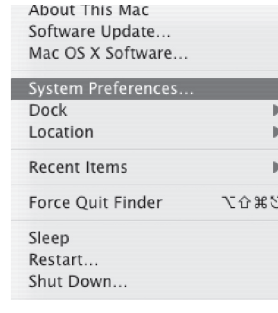

Abb. 1
2. Um das C01U als Audio-Eingang des Computers zu wählen, öffnen Sie die Systemsteuerung (System Preferences) aus dem Dock oder dem Apple-Hauptmenü (Abb. 1).